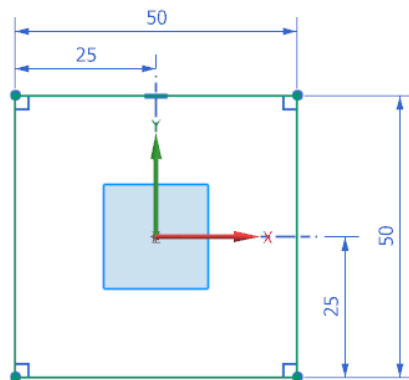

图 2-19 轮廓草图
(2) 单击“绘制截面”按钮, 选取 XC-YC 平面为草图绘制面, 绘制轮廓草图, 如图 2-19 所示。单击“完成”图标, 草图绘制完毕。